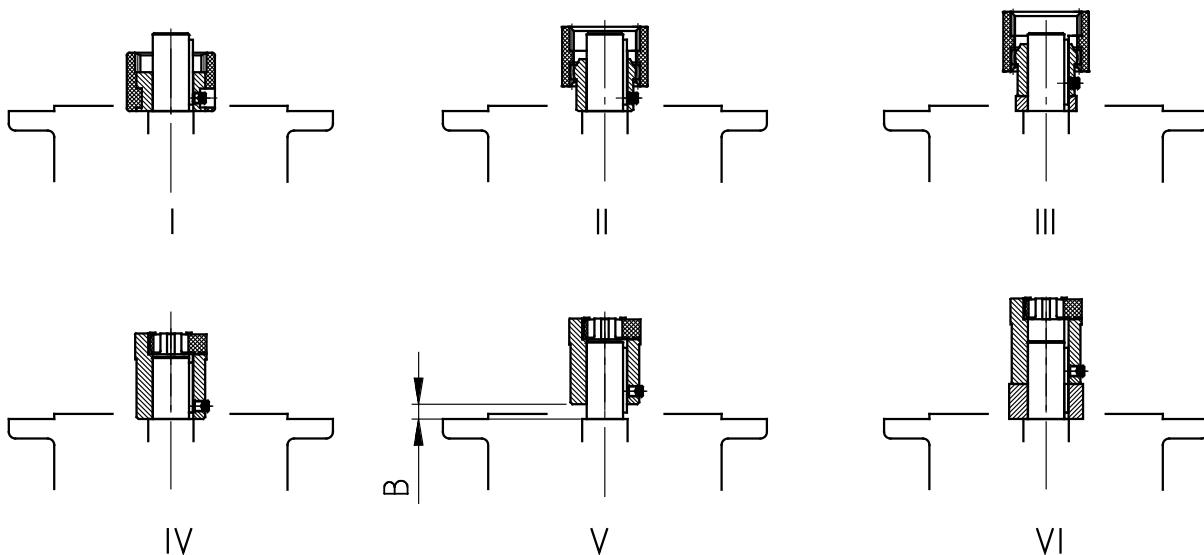

Figure 17 : Montage de l'accouplement sur l'arbre du moteur pour différents types d'accouplements
3. Pousser le manchon d'accouplement sur l'arbre du moteur conformément aux indications du fabricant du moteur, jusqu'à la butée sur l'épaulement. Pour les moteurs de taille 90, 160, 180 et 225, disposer éventuellement les bagues entretroises fournies, entre le manchon d'accouplement et l'épaulement. Dans le cas des réducteurs à engrenages cylindriques de la gamme standard, respecter la cote B entre le manchon d'accouplement et l'épaulement (voir Figure 17). Certains modules NEMA nécessitent un positionnement de l'accouplement conforme aux spécifications indiquées sur l'autocollant.